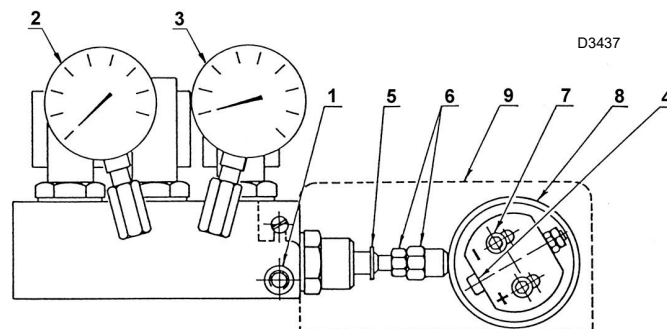

Fig. 30
modifier l'excentricité en agissant sur la vis 4)(Fig. 30) après avoir desserré les vis 7)(Fig. 30).
Légende (Fig. 30)
- Régler la pression de retour au minimum à environ 6 bars. Pour ce faire, il faut changer la longueur de l'arbre 5)(Fig. 30 à la page 31) au moyen de l'écrou 6).
- Après ce premier réglage, augmenter la puissance fournie au moyen du sélecteur à retour automatique situé sur le panneau de contrôle. S'arrêter après une rotation de 15° du servomoteur et effectuer un nouveau réglage au moyen de la came à profil variable de l'air. Il est conseillé de calibrer de sorte à ne pas produire de la flamme fumeuse et à arriver à la puissance maximale aussitôt que possible (course maximale du servomoteur 130°) ; calibrer sur l'excentrique vis 5)(Fig. 30) la pression sur le retour pour obtenir la puissance souhaitée et demandée par le gicleur pour revenir ensuite au calibrage des points intermédiaires.